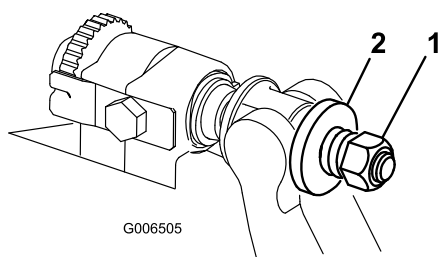

Figura 32
4. Aperte as porcas de bloqueio de forma igual em cada lado até que não consiga rodar as anilhas de aço à mão. Em seguida, desaperte as porcas de bloqueio até que as arruelas de aço exteriores possam ser rodadas à mão, ainda não existir folga na barra de apoio. (Figura 32).
10. Aperte a porca em cada conjunto de ajustador da barra de apoio até que a mola de compressão esteja totalmente comprimida e, em seguida, desaperte a porca 1/2 volta (Figura 32).